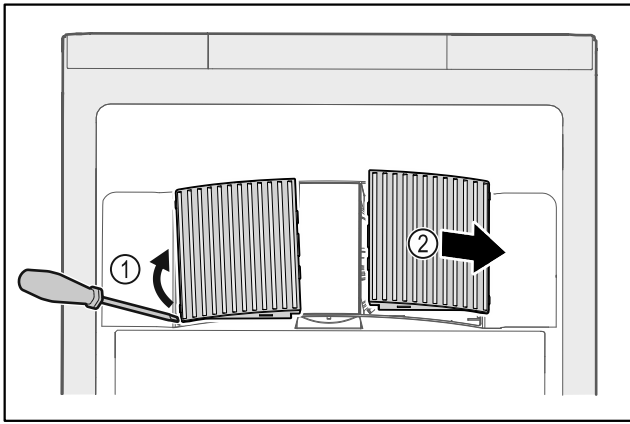

Fig. 177
- ▶ Ventilatorabdeckungen vorsichtig von der Seite heraushebeln Fig. 177 (1) und nach vorne abnehmen Fig. 177 (2).